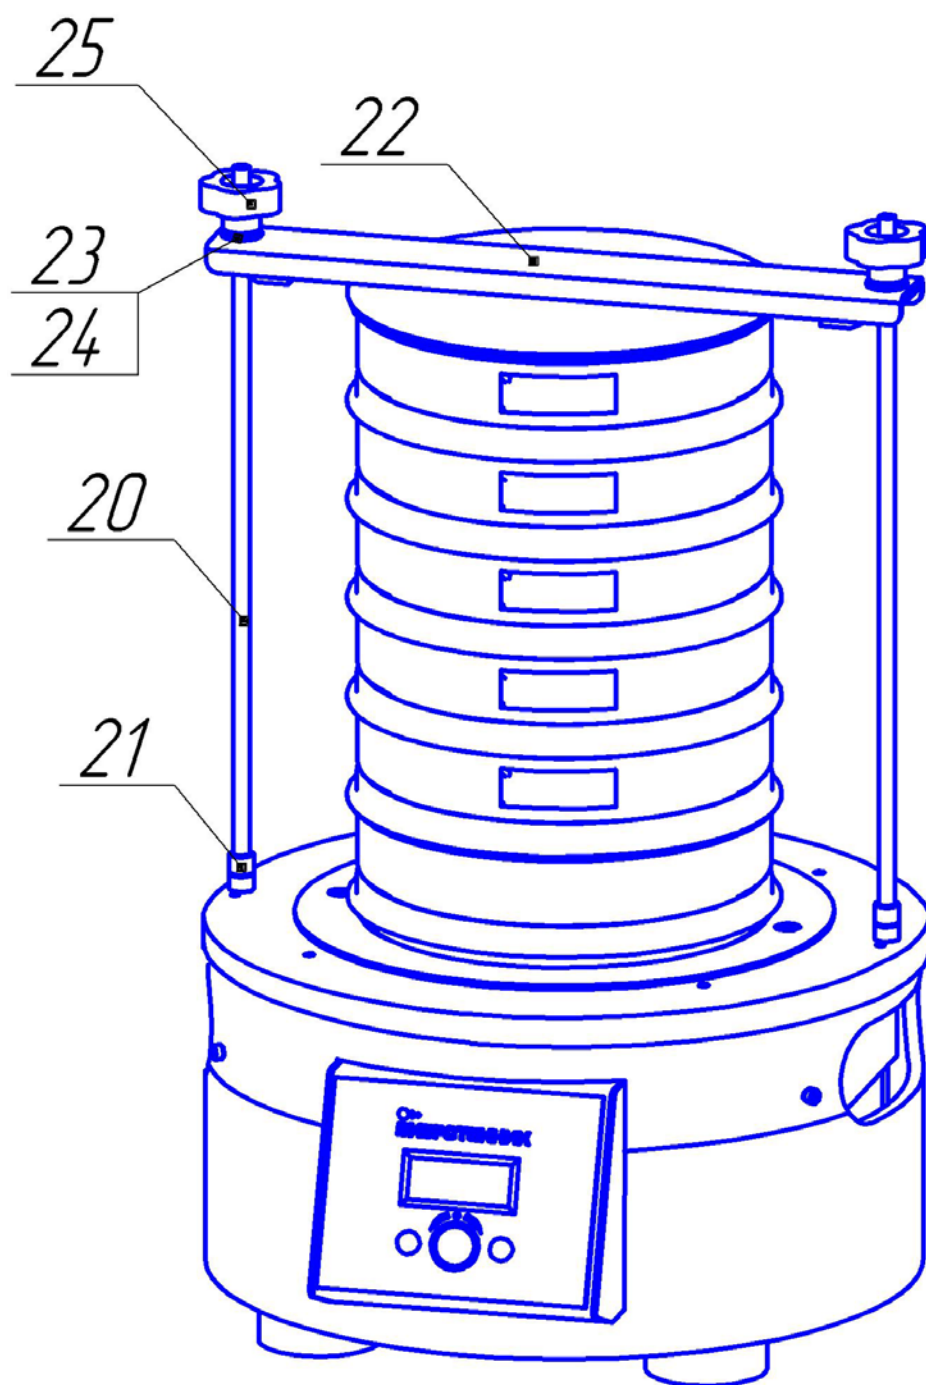

Рис. 4 Вибропривод ВПС с УКС в составе:
д) Смонтируйте устройство крепления сит (Рис.4), для чего вверните шпильки 20 в резьбовые отверстия платформы ВПС, законтрите их контргайками 21, оденьте на шпильки траверсу 22, фторопластовые 23 и стальные шайбы 24 и накрутите маховички 25.
- а) Отверните маховички 25 (Рис.4) на 10...15 мм выше устанавливаемого комплекта сит;
- д) Отверните маховички 25 (Рис.4) на расстояние 10...15 мм от траверсы 22, приподнимите траверсу и снимите комплект сит;